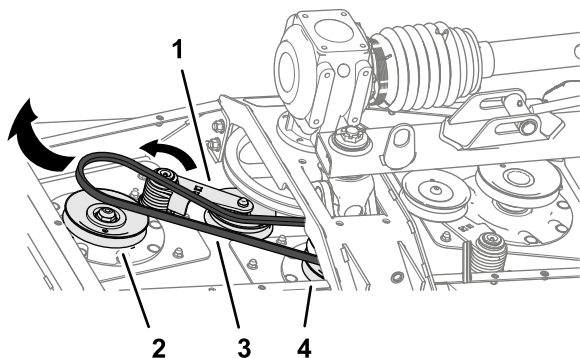

Рисунок 60
3. С помощью монтировки или аналогичного инструмента поверните натяжитель короткого ремня против часовой стрелки и снимите ремень со шкива натяжителя (Рисунок 60).